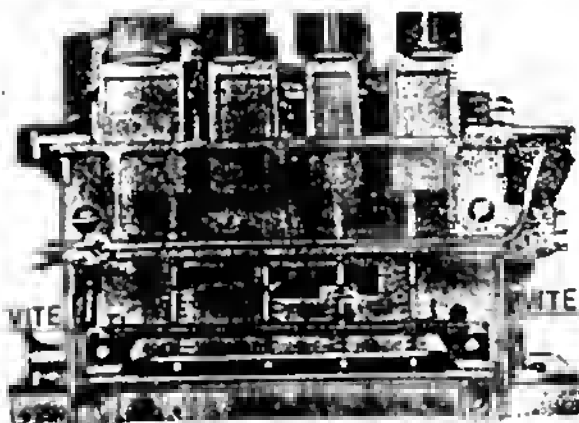

Fig. 5
Svitare ora, servendosi di un cacciavite crociato, le due viti con testa a croce (180) e (181) (i numeri si riferiscono al disegno di pag. 27) indicate nella figura 4 e le due viti fissanti la parte inferiore della pulsantiera (fig. 5). Per completare l'operazione occorre sfilare la spinetta a tre piedini della testina magnetica (320) dalla presa (250) (vedi pag. 25) e poi allontanare i due telai, meccanico ed elettrico, in modo che la spina multipla (249) esca dalla relativa presa multipla (252).